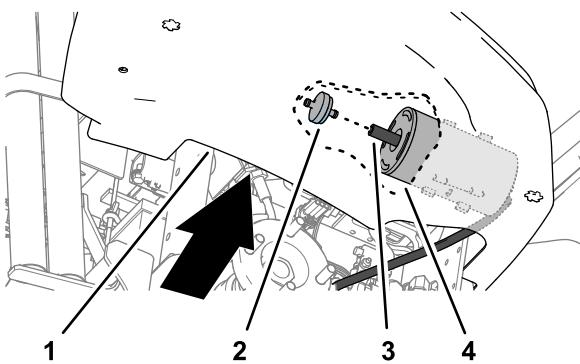

Figura 32
4. Introduzca la mano por debajo del borde inferior interior de la consola, tire del filtro del cartucho de carbón hacia atrás y retírelo de la manguera del extremo del cartucho de carbón (Figura 32).
5. Inserte un filtro nuevo del cartucho de carbón en la manguera del extremo del cartucho de carbón (Figura 32).